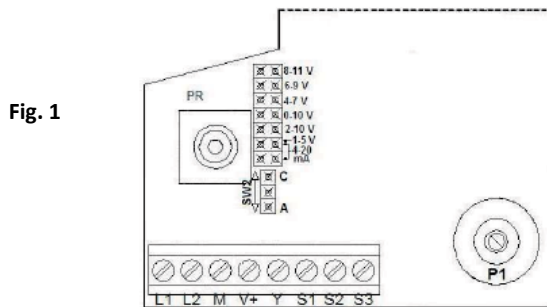

Fig. 1
On peut également inverser le sens d'actionnement en mettant à la position C le cavalier SW2 de la position C à la position A (voir fig. 1).
- appliquer un voltmètre aux bornes M et S2 et agir sur le potentiomètre P1 indiqué par la figure 1 jusqu'à ce que la lecture indique 0 V.
- (3) Pour le modèle MVB36 raccorder le curseur de potentiomètre de régulateur (165 ohm) à la borne V +
- (4) Avec le cavalier en position A sur SW2 (voir fig. 1) et avec signal en augmentation, le joint se déplace vers le haut
- (5) Raccorder l'indicateur avec entrée en courant à les bornes S3 (ou S2) et S1